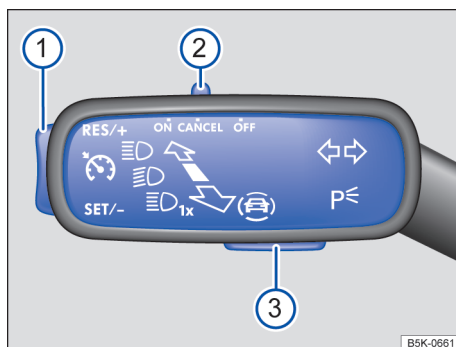

Fig. 143 À esquerda na coluna de direção: interruptores e botões para comandar o limitador de velocidade.
- Empurrar o interruptor → Fig. 143 ② para a posição **ON**.
- Durante a condução, pressionar o botão → Fig. 143 ① na área **SET/-**.
A velocidade salva pode ser ajustada através do botão → Fig. 143 ①:
Para alterar continuamente a velocidade salva, manter o botão → Fig. 143 ① pressionado.
- Pressionar o interruptor → Fig. 143 ② na posição **CANCEL**.
- Pressionar o botão → Fig. 143 ① na área RES/+.
- Empurrar o interruptor → Fig. 143 ② para a posição OFF.
- Pressionar o botão → Fig. 143 ③.